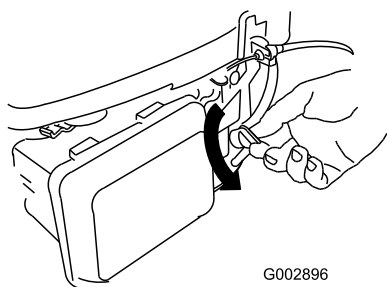

Figura 21
2. Gire la palanca de la válvula de combustible a la posición de Abierto (Figura 21).